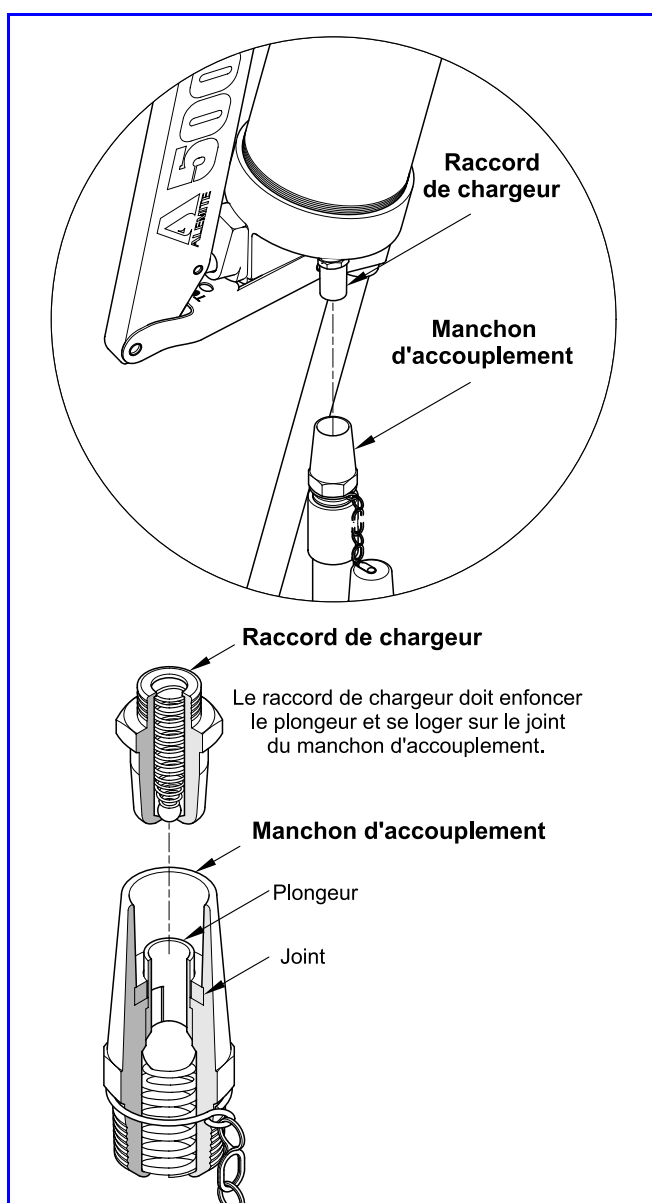

Figure 5 Raccord de chargeur et manchon d'accouplement du chargeur Vue en coupe
5. Loger le raccord de chargeur dans le manchon d'accouplement. Se reporter à la **figure 5**.